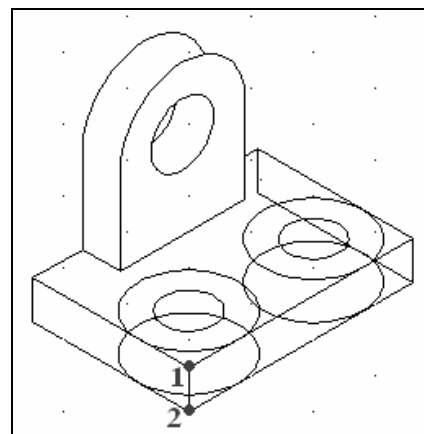

图 7-16 复制轴测圆
(11) 如图 7-16 所示, 将上一步绘制的轴测圆复制 1 份, 复制的基点是点 1, 复制的目标点是点 2。